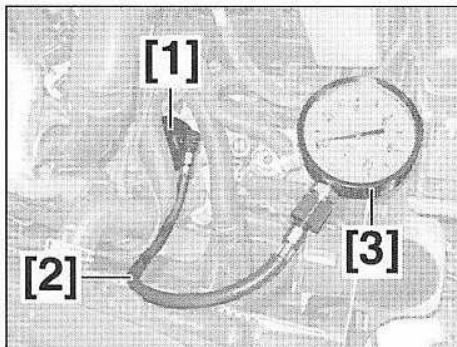
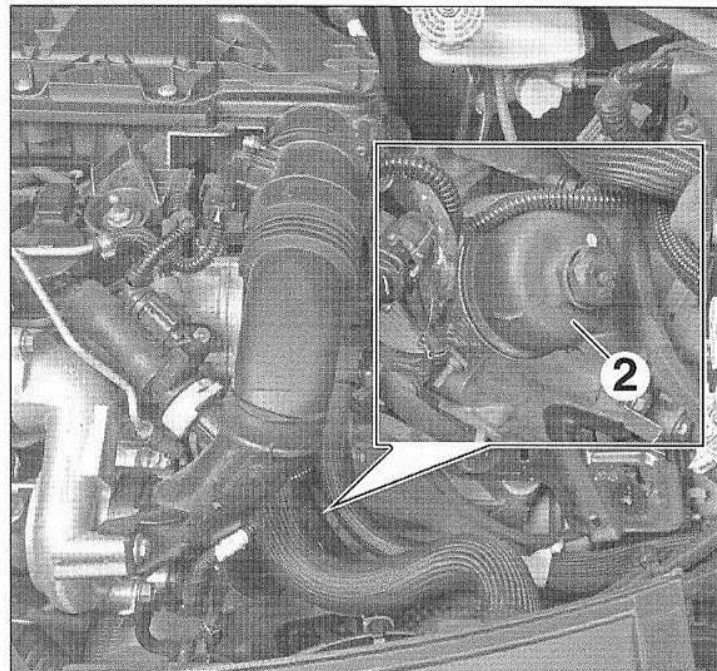

FIG.23
FIG.22
- le couvercle (2) du boîtier de filtre à huile (Fig.22),
- le filtre à huile du couvercle (2).
- Remplacer le couvercle (2) par les outils [1], [2] et [3] (Fig.23).